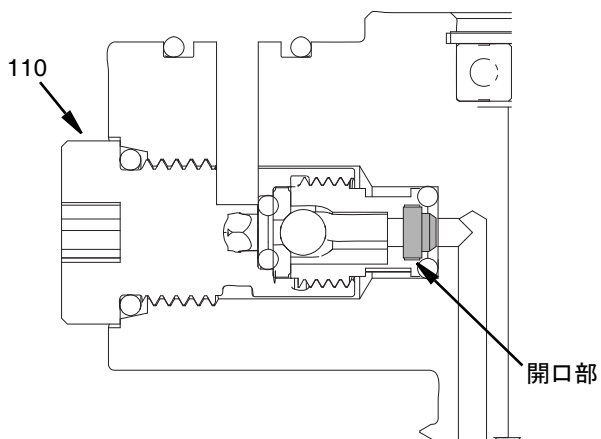

図 11
- 5 mm の六角レンチを使用して、チェックバルブ本体 (110) を取り除いてください。
- チェックバルブの開口部リテーナーの開口部を図 11 のように配置します。